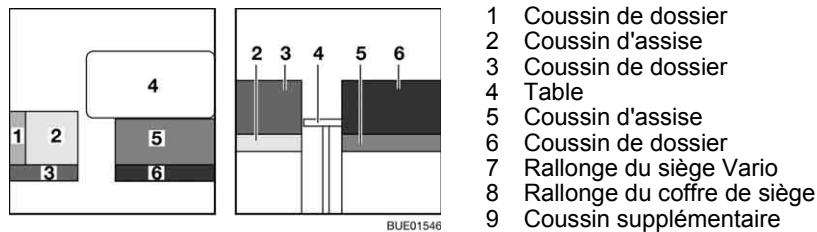

Fig. 142 Avant la transformation
- Convertir la table (Fig. 142,4) en sommier de lit (voir paragraphe 6.12).
- Enlever le coussin de dossier (Fig. 142,1) et le placer de côté.